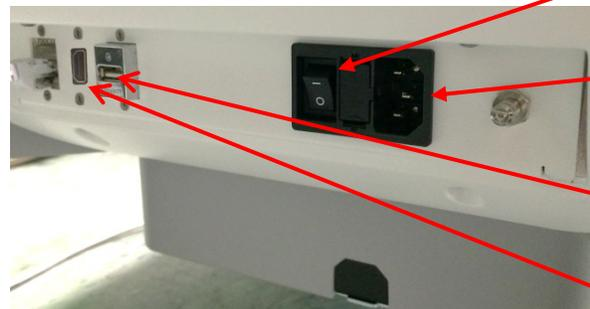

Figure 6 : Alimentation du système ExactVu
1. S'assurer que l'interrupteur d'alimentation secteur (c.-à-d. l'interrupteur à bascule à la base du panneau arrière illustré dans Figure 6) est en position OFF (Arrêt) et que le témoin d'alimentation du système est éteint.
2. Brancher le câble d'alimentation secteur sur la prise du câble d'alimentation du système ExactVu (à côté de l'interrupteur secteur) (voir la Figure 6).